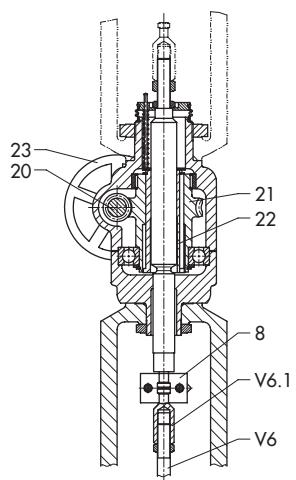

Рис. 8 · Ручной дублер с боковым расположением маховика для максимального хода 60 мм
**Тип 3271 · Пневматический привод с ручным дублером** для мембран с действующей поверхностью от 240 до 700. Ручной дублер расположен сверху привода (рис. 3). Для мембран с действующей поверхностью от 1400 до 2800 см2 ручной дублер располагается сбоку (рис. 8, 15, 16).
На рис. 8 показан принцип действия **ручного привода** для мембранны с эффективной площадью от 1400 до 2800 см2 и максимальным ходом 60 мм, который расположен сбоку. Маховик (23) жестко связано с червячным валом (20), оснащенным стопорным устройством. Шток привода связан с ними через червячное колесо (21) и резьбовую втулку (22).